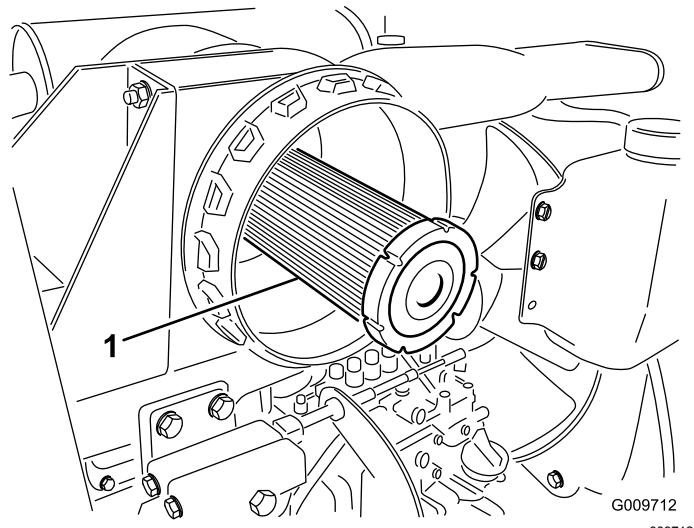

Figura 75
**Importante:** Nunca tente limpar o filtro de segurança (Figura 75). Substitua o filtro de segurança após três operações de manutenção do filtro primário.